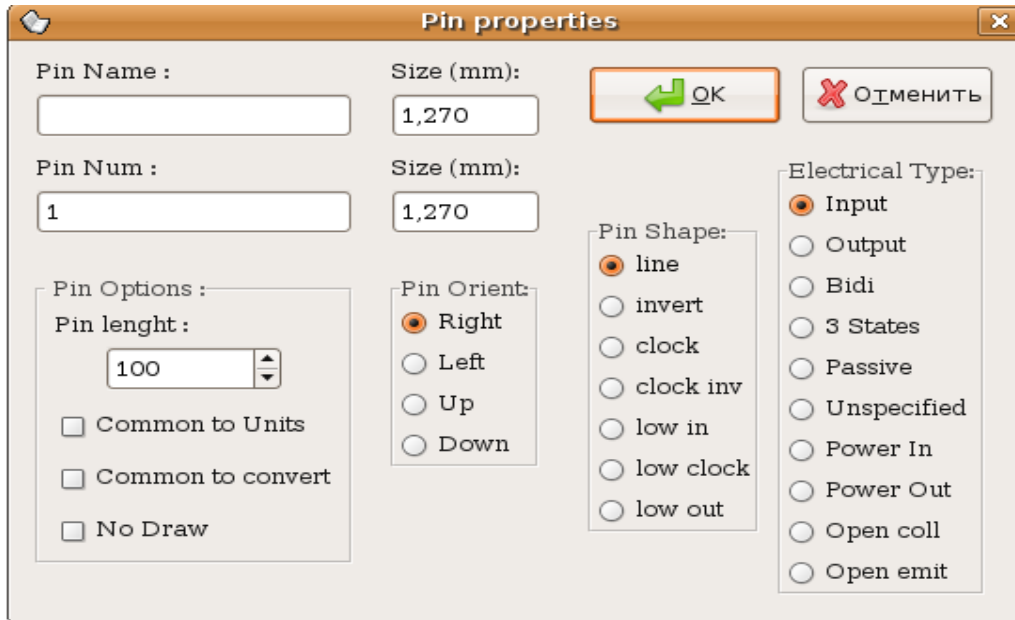

Рисунок 3 — Диалоговое окно: свойства вывода
9. Добавить контакт , в появившемся диалоговом окне (рисунок 3) установить параметры: